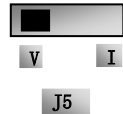

图 4-7
- (8) 闭合 DI3 开关, 电机开始正向运转;
- (9) 在运行中, 可调节设定电位器, 修改变频器当前设定频率;
- (10) 在运行中, 断开 DI3 开关, 再闭合 DI4 开关, 电机运行方向改变;
- (11) 断开 DI3 开关和 DI4 开关, 电机减速, 直到停止运行;
- (12) 断开空气开关, 变频器断电。
- (13) EP66 系列有两路模拟量输出端子 A01、A02, A02 端子只可以输出电流信号; A01 端子既可以输出电压信号也可以输出电流信号, 电压电流输出选择开关是 J5, 见图 4-7, A01 输出关系如表 4-4.